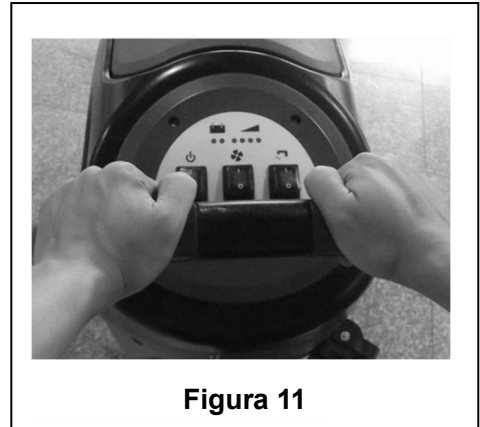

Figura 11
Din experiență, metoda de a deplasa mașina, așa cum se arată în Figura 11 din dreapta, este cea mai potrivită, utilizatorul ține mâinile mai confortabil ceea ce reduce oboseala. Așadar, se recomandă utilizatorilor să deplaseze mașina în acest fel.
2. Mențineți apăsat butonul de siguranță (1) (așa cum se arată în Figura 11), împingeți pentru a deplasa mașina și începeți operația de curățare.